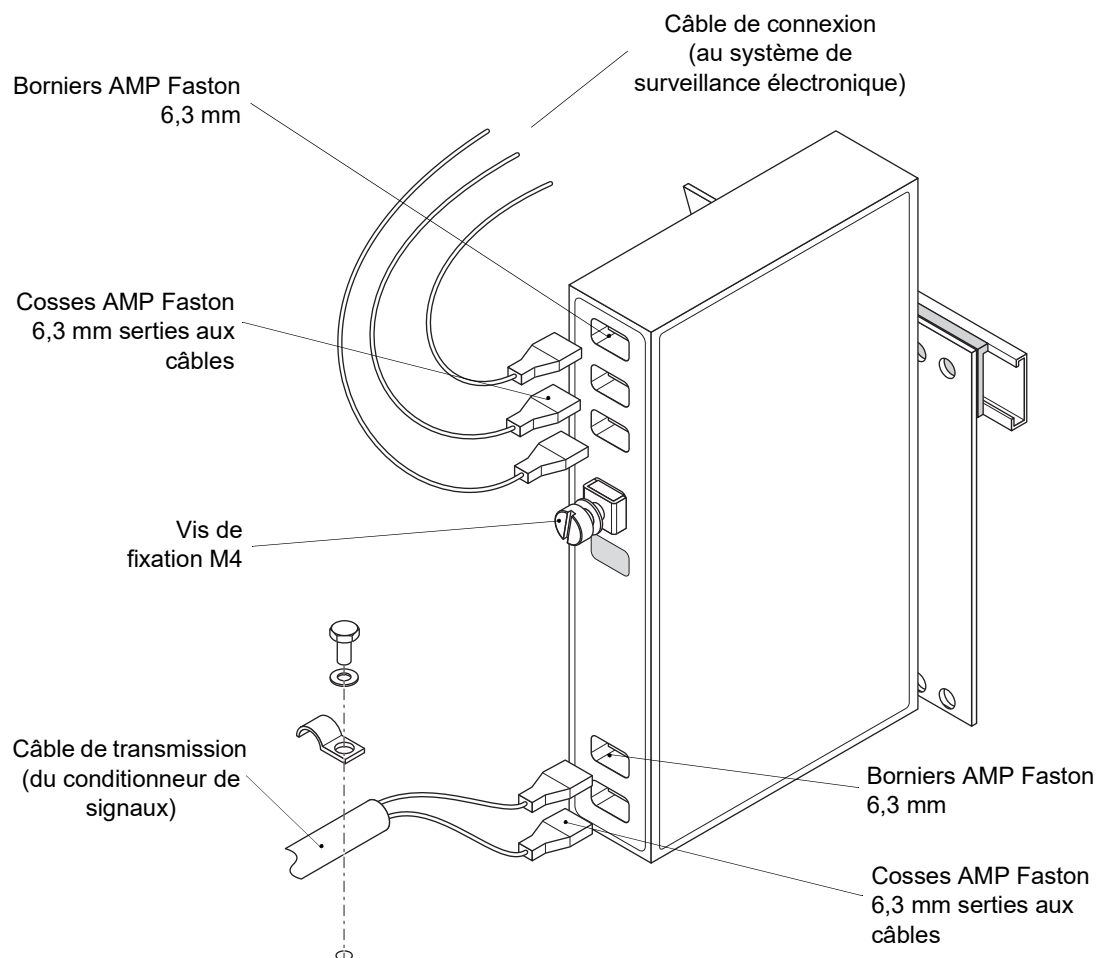
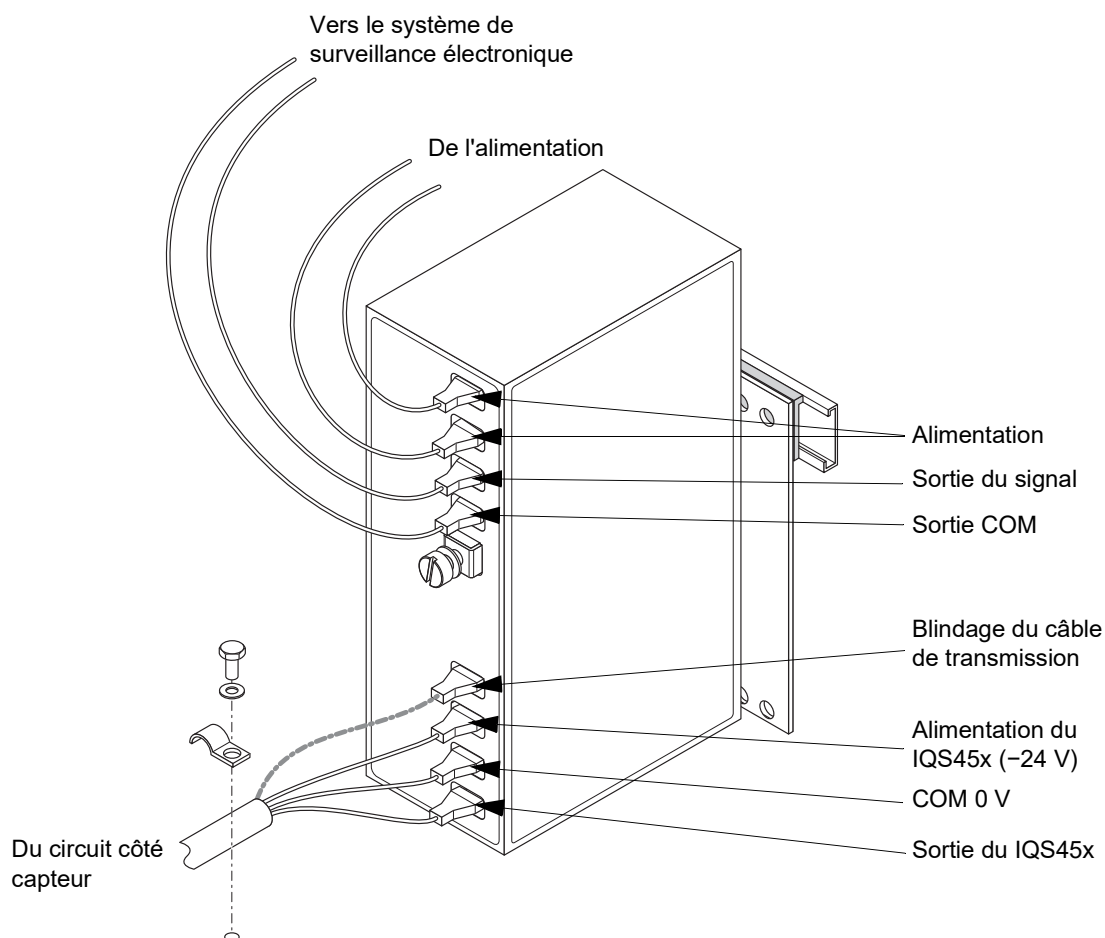

Figure 5-4 : Une unité de séparation galvanique GSI123
Figure 5-5 : Une unité d'alimentation et de barrière de sécurité GSV14x
Une unité de séparation galvanique GSI123 est généralement montée dans une armoire, un boîtier ou un rack industriel. Cette unité est normalement installée sur une plaque de montage dédiée à l'aide d'une broche de centrage et d'une vis de fixation (voir la Figure 5-5). Le câble de transmission du côté du capteur et le câble de connexion au circuit côté moniteur sont connectés à une unité GSI123 à l'aide de cosses AMP Faston 6,3 mm (voir la Figure 5-4) serties aux fils.
- 2- Identifiez chaque câble connecté à l'unité GSI123 : le câble de transmission du circuit côté capteur et le câble de connexion au circuit côté moniteur. Reportez-vous à la Figure 5-4 et utilisez le Table 5-2 afin d'enregistrer le numéro et/ou la couleur pour chaque fil.
- 5- Desserrez la vis de fixation M4 jusqu'à ce que l'unité GSI123 soit désinstallée et démontez la plaque de montage du rail DIN (voir la Figure 5-5).
Le câble de transmission du côté du capteur et le câble de connexion au circuit côté moniteur sont connectés à une unité GSV14x à l'aide de cosses (voir la Figure 5-5) serties aux fils.
- 2- Identifiez chaque câble connecté à l'unité GSV14x : le câble de transmission du circuit côté capteur et le câble de connexion au circuit côté moniteur. Reportez-vous à la Figure 5-5 et utilisez le Table 5-3 afin d'enregistrer le numéro et/ou la couleur pour chaque fil.
- 5- Desserrez la vis de fixation M4 jusqu'à ce que l'unité GSV14x soit désinstallée et démontez le kit de montage du rail DIN (voir la Figure 5-5).